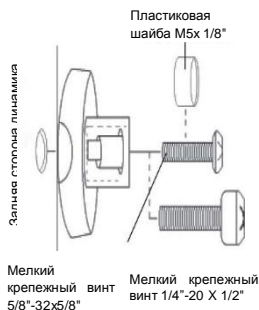

Рисунок 3
4. Проверьте размер отверстия и убедитесь, что мелкий крепежный винт 5/8"-32x5/8", 1/4"-20 x 1/2", M 6x20 мм или M5 x 20 мм входит внутрь отверстия (рисунок 3).